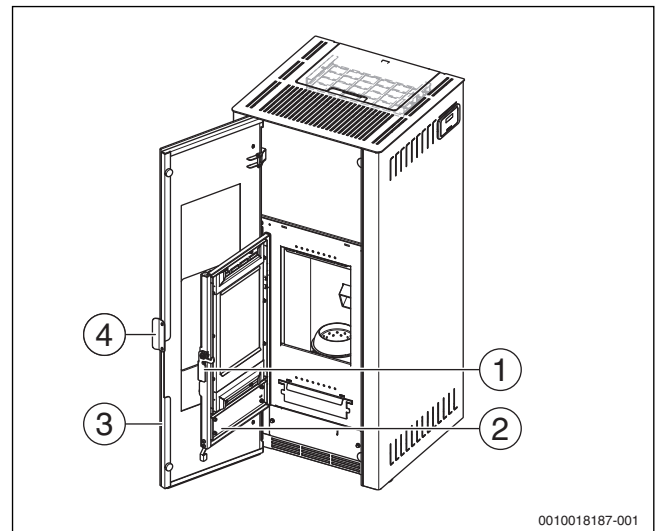

Bild 6 Übersicht Türen
- ▶ Am Türgriff (→ Bild 6, [5]) ziehen.
- ▶ Griff der Feuerraumtür (→ Bild 6, [1]) nach oben ziehen.